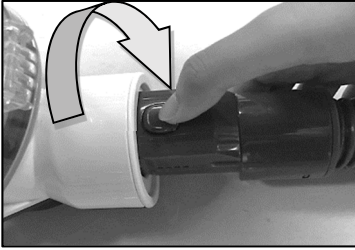

Fig1
1. **Lidhni aksesorët e zorres:** Vendosni lidhësin e zorres përpara thithëses elektrike. Pastaj futeni në vrimën e hyrjes dhe rrotullojeni djathtas. (Fig1)